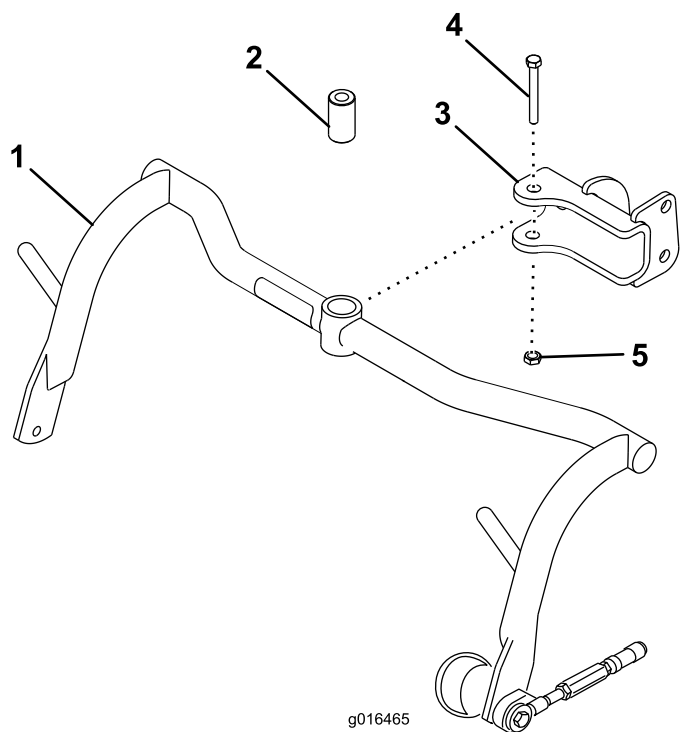

Figura 5
1. Montate un gruppo telaio portante su ciascun perno con testa con un distanziale, un bullone ($\frac{1}{2}$ " x $3\frac{1}{4}$ "") e un dado di bloccaggio ($\frac{1}{2}$ ""); fate riferimento a Figura 5. Serrate a una coppia di 91 a 113 N·m.